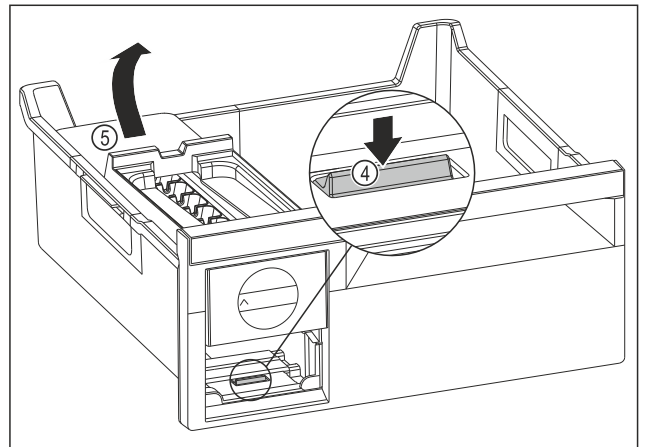

Fig. 74
- EasyTwist-Ice-corpus wegnemen: Strip Fig. 74 (4) met uw vinger omlaag drukken en gelijktijdig met de andere hand de EasyTwist-Ice-corpus Fig. 74 (5) van achteren optillen.